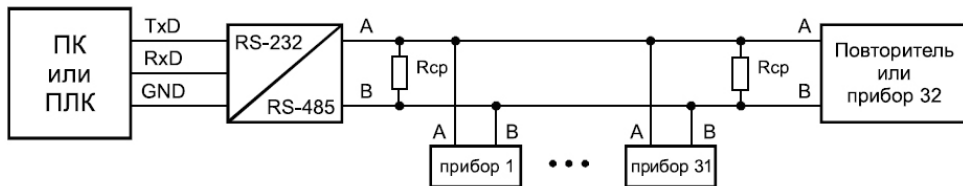

Рисунок 1.1 – Типовая схема промышленной сети RS-485
1.1 Интерфейс стандарта EIA RS-232C предназначен для последовательной связи двух устройств. Он является общепринятым и широко используется в аппаратных комплексах с подключением внешнего оборудования к персональному компьютеру (ПК). Интерфейс RS-232C предусматривает использование «несимметричных» передатчиков и приемников, при этом передача данных осуществляется с помощью «несимметричного» сигнала по двум линиям - TxD и RxD, а амплитуда сигнала измеряется относительно линии GND («нуля») (рисунок 1.1). Логической единице соответствует диапазон значений амплитуды сигнала (напряжения) от минус 12 до минус 3 В, логическому нулю - от +3 до +12 В. Диапазон от минус 3 до +3 В соответствует зоне нечувствительности, определяющей гистерезис приемника. Несимметричность сигнала обуславливает низкую помехозащищенность данного интерфейса, особенно при промышленных помехах. Наличие линий приема (RxD) и передачи (TxD) данных позволяет поддерживать полнодуплексную передачу информации, т.е. одновременно информация может как передаваться, так и приниматься.